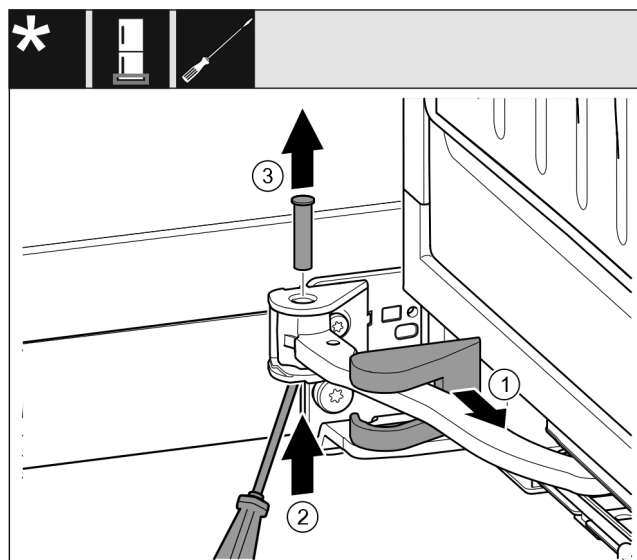

Fig. 16
- ▶ 卸下托架盖 Fig. 16 (1) 并沿着铰链移动。
- ▶ 将螺栓 Fig. 16 (2) 用螺丝刀从下方提起。
- ▶ 从上方拉出螺栓 Fig. 16 (3)。